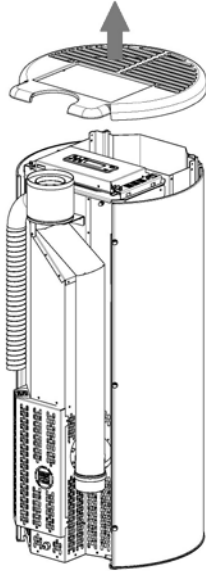

Fig. 72 - Rimozione top
- Rimuovere il coperchio in ghisa (vedi **Fig. 72**).